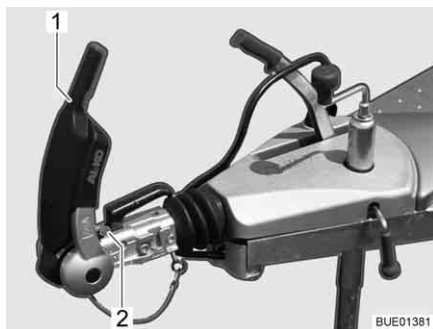

Fig. 114 Indicatore guarnizioni di attrito davanti e dietro
- Aprire la maniglia di stabilizzazione (Fig. 114,1).
Il controllo avviene mediante l'indicatore che si trova davanti alla maniglia del gancio (Fig. 114,2).